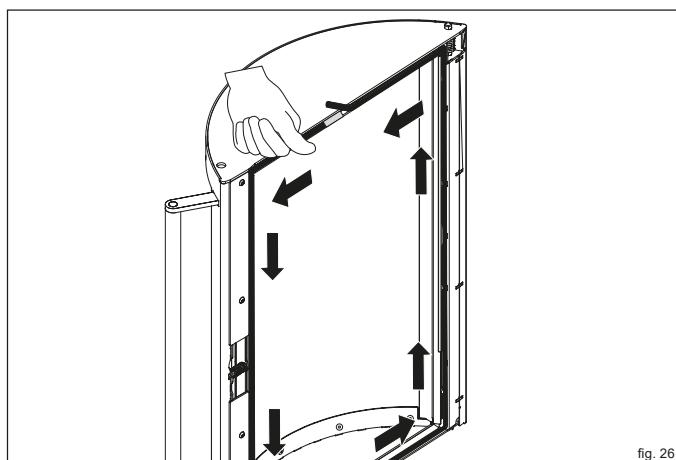
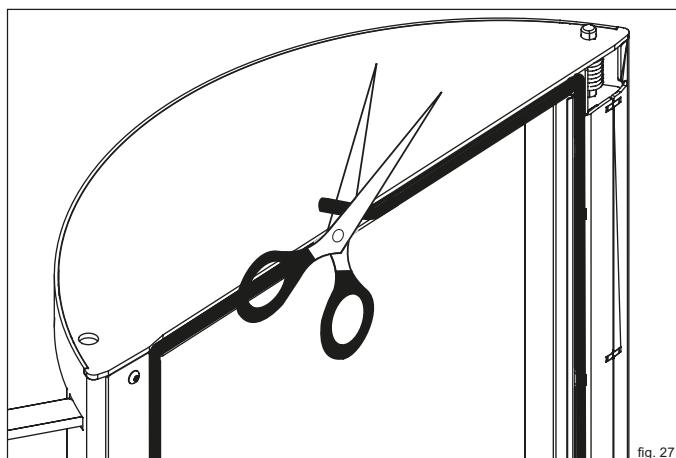

fig. 26
fig. 27
- Iniziare a collocare la guarnizione dal centro della guida, nell'area superiore dello sportello della camera di combustione. Premere omogeneamente la guarnizione nella guida (fig. 26). Far sporgere leggermente l'estremità e tagliare la guarnizione in modo che collida (fig. 27).